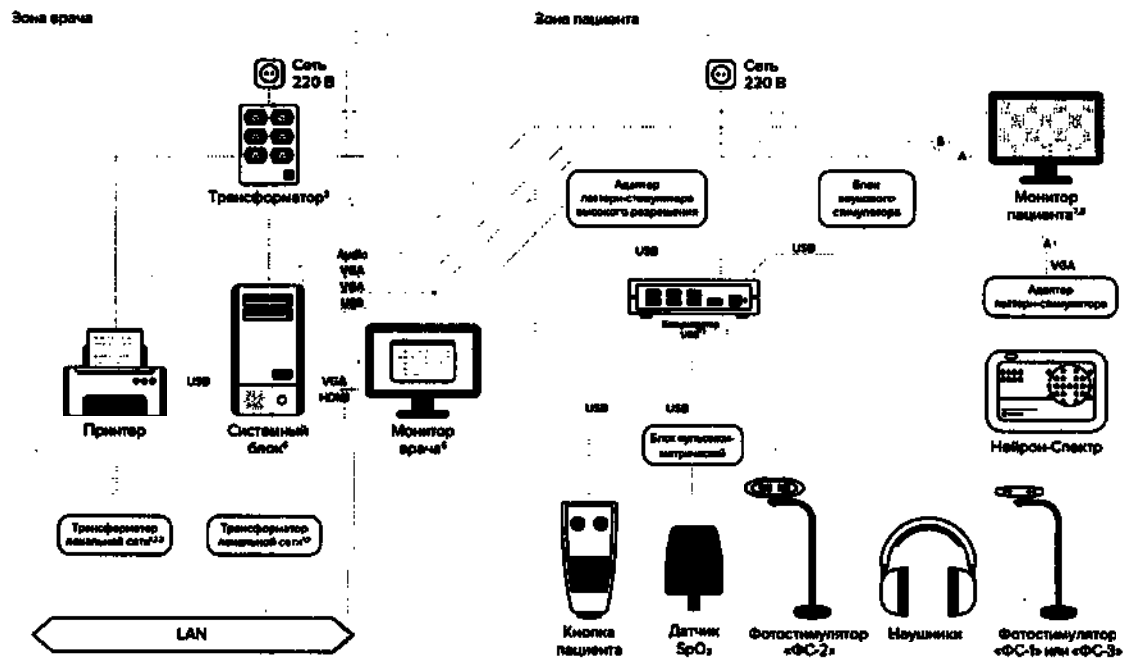

Рис. 21. Схема подключения изделий системы между собой
2. Соедините изделия системы между собой согласно рис. 21 и примечаниям к нему.
4. Оборудование, подключенное на рис. 21 к концентратору USB, допускается подключать напрямую к системному блоку. При этом оно должно обязательно подключаться к USB-разъемам, находящимся на одном контроллере. Подключение к USB-разъемам на мониторе или клавиатуре не допускается.